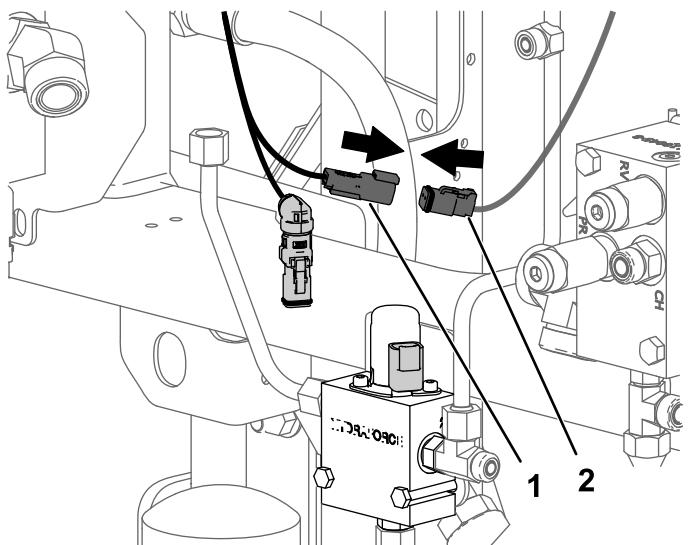

Figura 30
11. Ligue a ligação que retirou à tomada livre da nova cablagem (Figura 30).